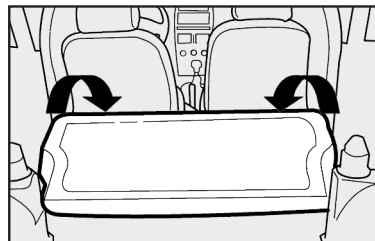

fig. 110
5) Incline hacia adelante el respaldo, haciendo pasar lateralmente los cinturones, hasta apoyarlos sobre el asiento trasero **fig. 110**.